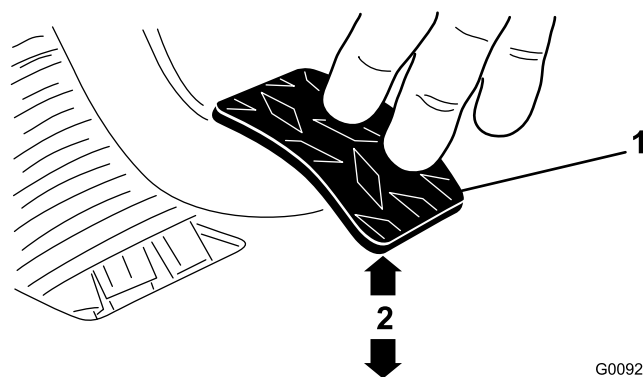

Figura 69
3. Ajuste as porcas ou as juntas até que a extremidade traseira do pedal de embraiagem esteja a $9,5 + 0,3$ cm da parte superior da chapa do piso, aplicando uma força de 1,8 quilos no pedal (Figura 69).